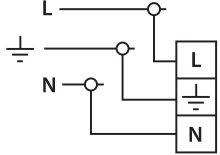

Рис. 1
- Спроектируйте подготовленные концы проводов к проводам светильника обозначенных L, N, ⊕ способом допустимым «Правилами устройства электроустановок». Lumin'arte® рекомендует применять клеммные колодки (Рис. 1).